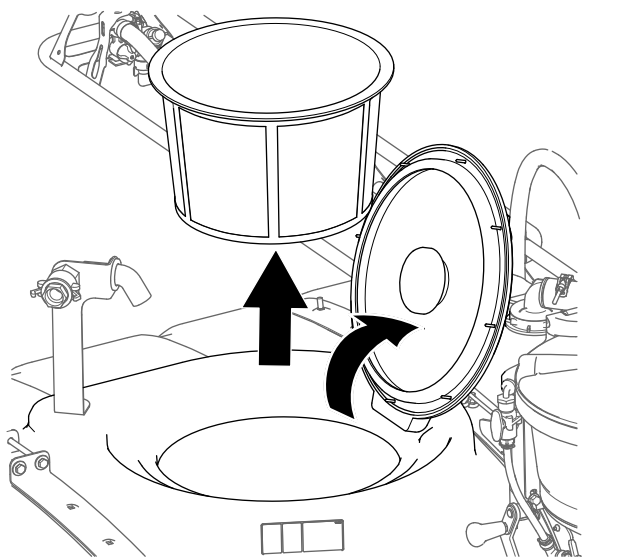

図 25
1. メインタンクの蓋を開けてフィルタバスケットを取り外す 図 25。